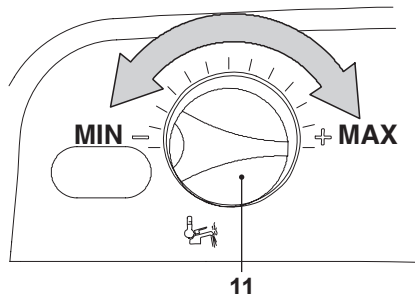

Fig. 9.16
- La potenza termica del riscaldamento può essere variata ruotando la manopola regolazione temperatura sanitaria 11 indicata in Fig. 9.16.